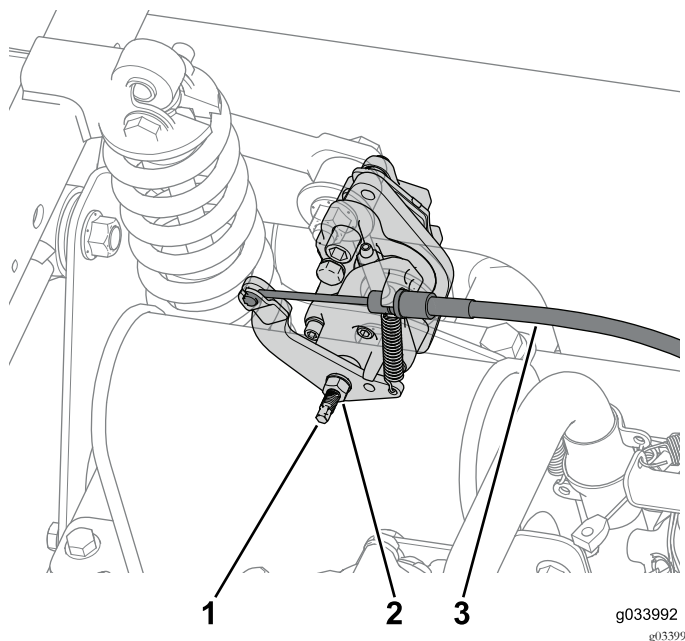

Figure 61
- Desserrez l'écrou de blocage puis tournez la vis de réglage de 2 tours dans le sens antihoraire sur les deux étriers de freins arrière (Figure 61).
- Détachez le câble de frein de stationnement relié à chaque étrier de frein (Figure 61).